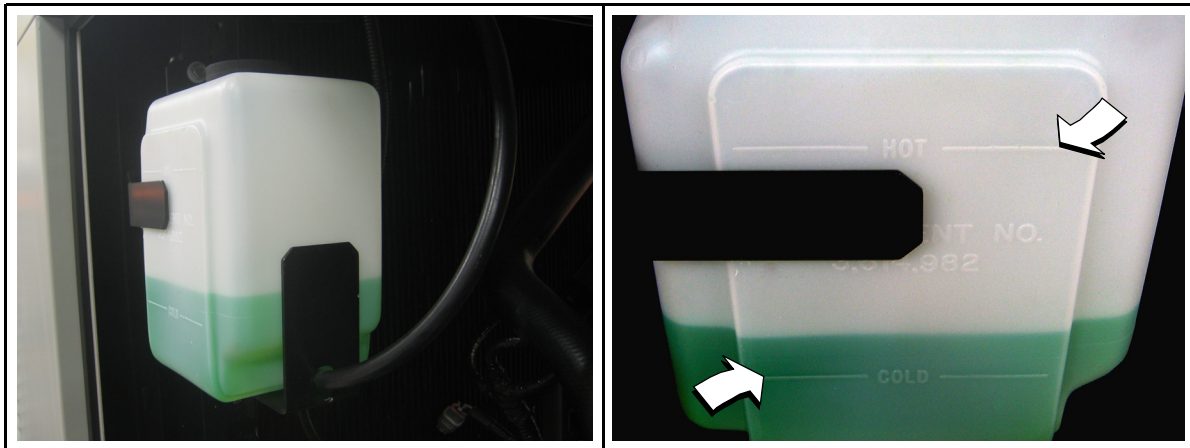

Figure 5-6. Réservoir de trop-plein du liquide de refroidissement
1. Vérifiez si le niveau du liquide de refroidissement se trouve entre les marques HOT (chaud) et COLD (froid) sur le réservoir de trop-plein. Voir la Figure 5-6.